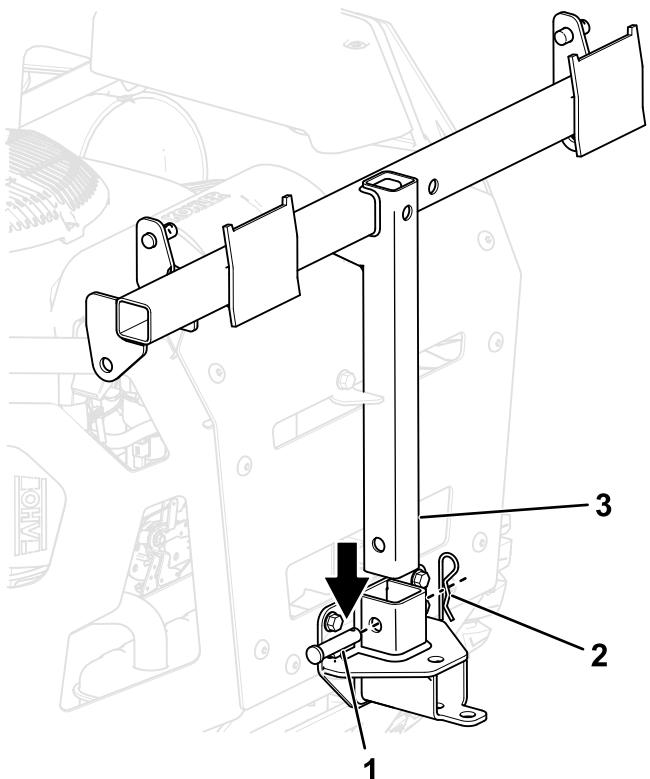

Figura 15
4. Montate il telaio del sistema di raccolta sulla staffa di montaggio dei cesti di raccolta utilizzando il perno lungo con testa e una coppiglia (Figura 15).